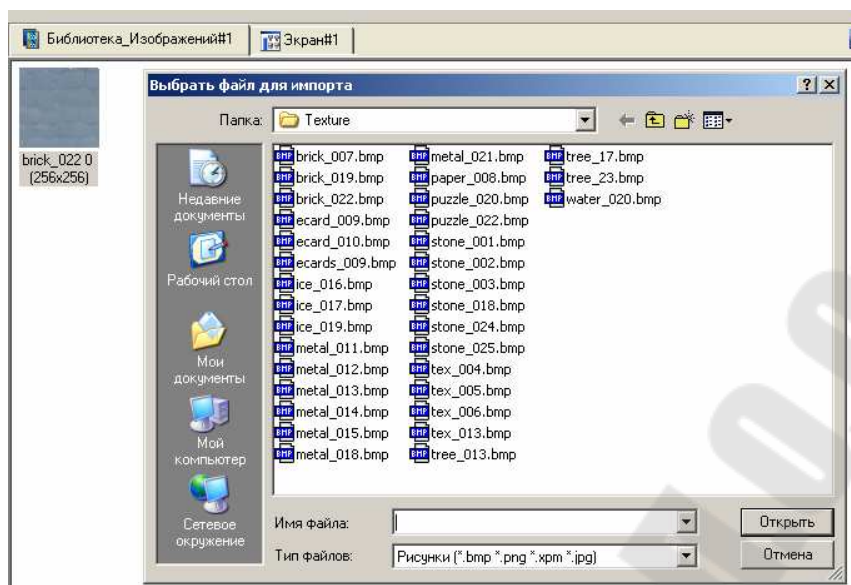

Рисунок 1.5 – Импорт изображений
3. открыть **библиотеку изображений**  и импортировать необходимые изображения из папки «**%TRACE MODE%\Lib\Texture**» (рисунок 1.5);